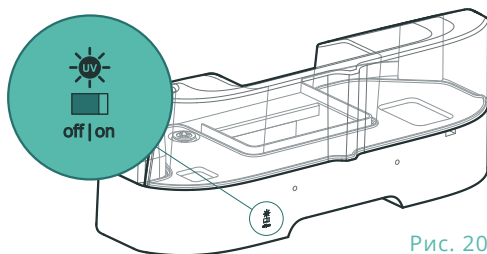

Рис. 20
Управление работой УФ-лампы увлажнителя производится с лицевой стороны блока увлажнителя, см. рисунок 20. Предусмотрено два режима: «**off**» (УФ-лампа выключена) и «**on**» (УФ-лампа включена).
Рис. 20а
1. Снимите лицевую панель (п. 1, рисунок 20а);
2. Снимите сервисную панель (п. 2, рисунок 20а);
3. Извлеките из корпуса устройства все новые фильтры (п. 3, 4, 5, рисунок 20а);